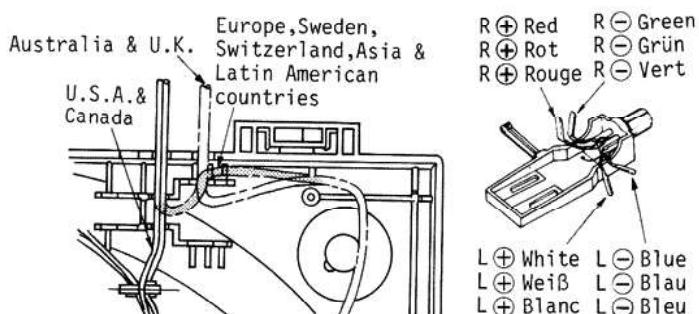

Fig. 3 Abb. 3
- (1) Remove the platter, fix the tone arm on the arm rest and remove the bottom plate with the set upside-down.
- (2) Remove the cueing wire (a), auto-cut lever (b) and auto-cut button (c).
- (3) Fix the supports (2 points) of the cycle plate (e) using the cycle plate fixing washer (d) which is provided inside the set. Fix with the bottom plate fixing screws.
- (4) Now, an operation check is possible in ordinary conditions with the set the right way up again.
- (5) Perform items (1) – (3) in reverse when assembling.
- (6) The layout of the power cord differs depending on the destination because of safety standards, so lay out the power cord according to Fig. 3.
- (7) Be sure to check cueing and auto-cut operations after the bottom plate is installed.
- (1) Den Plattenteller abnehmen, den Tonarm an der Tonarmstütze sichern und die Grundplatte abmontieren.
- (2) Den Draht des Tonarmliftes (a), den Unterbrechungshebel (b) und die Unterbrechungstaste (c) entfernen.
- (3) Die Stützen (2 · Punkte) der Ablaufplatte (e) mit Hilfe der im Gerät angebrachten Ablaufplatten-Befestigungs-scheibe (d) befestigen und mit den Befestigungsschrauben der Grundplatte anbringen.
- (4) Nun das Gerät richtig aufstellen, wonach eine Funktions-prüfung durchgeführt werden kann.
- (5) Für die Montage die Punkte (1) bis (3) in sinngemäß umgekehrter Reihenfolge durchführen.
- (6) Die Anordnung des Netzkabels hängt vom Bestimmungsland ab (Sicherheitsvorschriften) ; das Netzkabel daher gemäß Abb. 3 anbringen.
- (7) Die Funktion des Tonarmlifts und der Unterbrechungs-automatik prüfen, nachdem die Grundplatte eingebaut wurde.
- (1) Déposer le plateau, installer le bras de lecture sur son repose-bras et déposer la place inférieure après avoir placé l'appareil en position renversé.
- (2) Débrancher le fil de retour (a), désaccoupler le levier d'arrêt automatique (b) et le poussoir d'arrêt automatique (c).
- (3) Installer les supports (à 2 endroits) de la place de cycle (e) et utiliser la rondelle de fixation de plaque de cycle (d) qui est fournie et placée à l'intérieur de l'appareil. fixer la plaque inférieure à l'aide des vis de fixation.
- (4) Dés maintenant, un contrôle de fonctionnement peut être fait dans des conditions normales après avoir remis l'appareil en position normale.
- (5) Effectuer les opérations (1) à (3) dans l'ordre inverse au moment du remontage.
- (6) Le passage du cordon d'alimentation diffère en fonction du pays de destination compte tenu des normes de sécurité imposées par ce pays. Il faut donc faire passer le cordon secteur en tenant compte des indications de la figure 3.
- (7) Ne pas oublier de vérifier les modes de retour et d'arrêt automatique après avoir remoté la plaque inférieure.